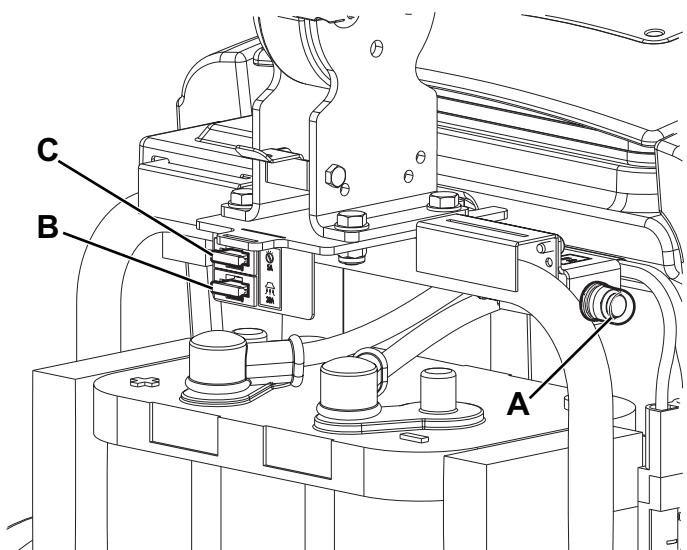

Figure 8
- Contrôler que la manette (31) du sélecteur de fonctions soit en position «0» et débrancher le connecteur de la batterie (7).
- Ouvrir le couvercle (4) et contrôler si les fusibles suivants sont débranchés ou intacts (Fig. 8) :
- (A) : Fusible restaurable F1 (35 A), moteur brosse.
- (B) : Fusible à lamelle F2 (30 A), moteur système d'aspiration.
- (C) : Fusible à lamelle F3 (5 A), composants auxiliaires.